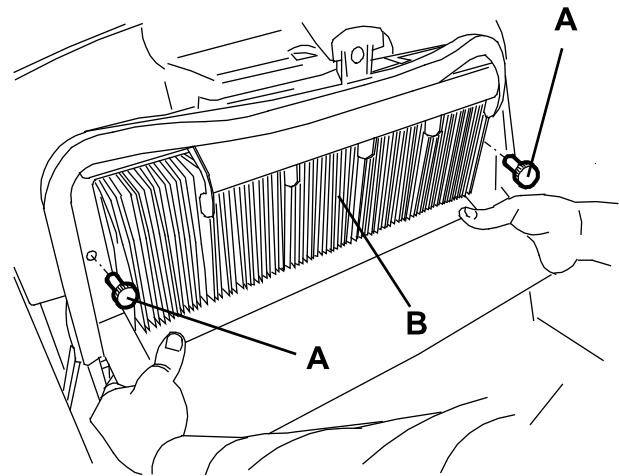
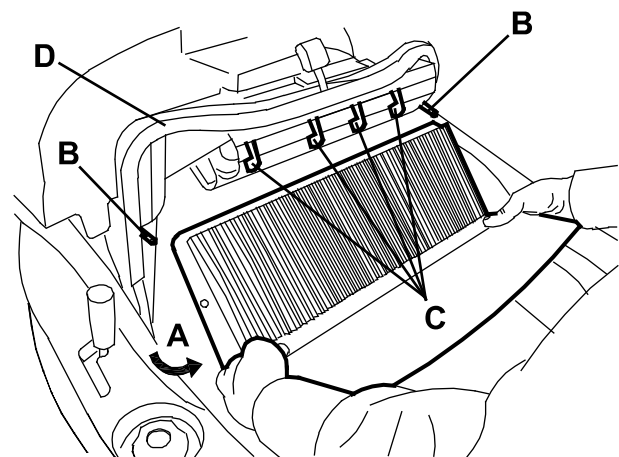
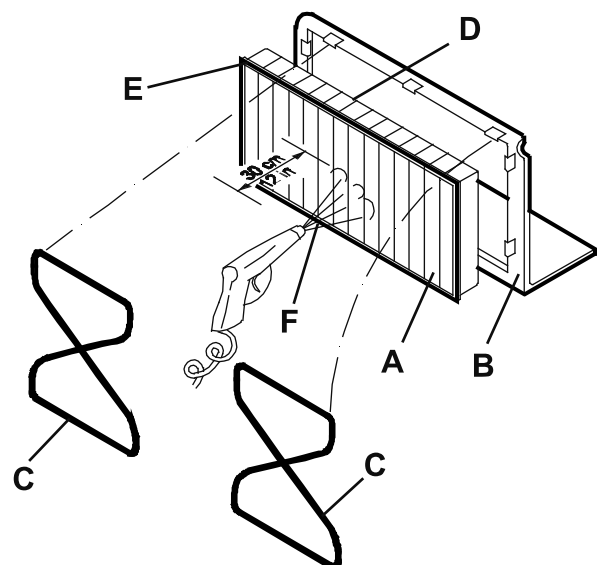

Abbildung 8
Abbildung 9
Abbildung 10
2. Hauptschalter (1) auf 0 stellen.
3. Abfallbehälter (9) abnehmen.
4. Knöpfe (A, Abb. 8) lösen.
5. Staubfilter (B) wie auf der Abbildung dargestellt festhalten.
6. Staubfilter, um ihn von den Bolzen (B) zu lösen, in Pfeilrichtung (A, Abb. 9) drehen und abnehmen. Filter absenken, um ihn von den Klammern (C) des Filterrüttlers zu lösen.
7. Die 2 Gummibänder (C) aushängen und Filter (A, Abb. 10) vom Rahmen (B) abnehmen.
8. Den Filter in geeigneter Umgebung unter freiem Himmel reinigen: Die der Dichtungsseite (E) gegenüberliegende Seite (D) auf eine ebene und saubere Oberfläche klopfen. Reinigung mit einem senkrechten Druckluftstrahl (F) mit maximal 6 bar abschließen: Druckluftstrahl im Abstand von mindestens 30 cm ausschließlich auf die Dichtungsseite (E) richten.
11. Die gesamte Auflagefläche der Gummidichtung (E) des Filters reinigen und prüfen, ob sie unversehrt ist und die Dichtigkeit gewährleistet. Gegebenenfalls Filter austauschen.
12. Die gesamte Auflagefläche der Abfallbehälterdichtung (D, Abb. 9) reinigen und prüfen, ob sie unversehrt ist und die Dichtigkeit gewährleistet. Gegebenenfalls austauschen.
Beim Filtereinbau muss die Dichtung (E, Abb. 10) in die auf der Abbildung gezeigte Richtung weisen.